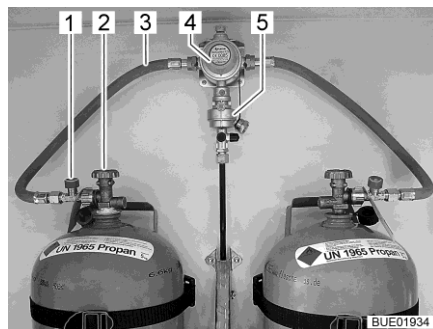
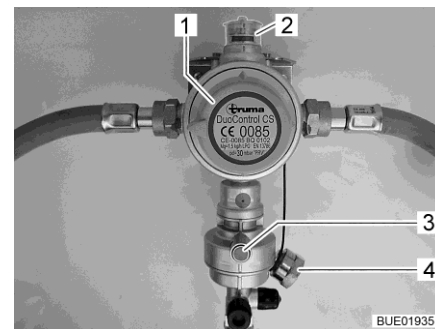

Fig. 63 Bouteilles de gaz avec DuoControl
Fig. 64 Système de réglage DuoControl
Le système de réglage DuoControl se compose d'une valve de commutation (Fig. 63,4) et d'un capteur de crash (Fig. 63,5). Le système de réglage est monté entre les lyres (Fig. 63,3) avec une sécurité de rupture de tuyau (Fig. 63,1). Un bouton rotatif (Fig. 64,1) situé sur la valve de commutation permet de définir laquelle des bouteilles de gaz est celle de service et laquelle est celle de réserve.
L'état de l'alimentation en gaz est affiché sur le regard (Fig. 64,2) :
Le fonctionnement avec une seule bouteille de gaz est autorisé, la prise à découvert doit cependant être obturée avec le couvercle borgne (Fig. 64,4) dans ce cas-là.
Le capteur de crash coupe l'arrivée du gaz en cas de secousses importantes (par exemple accident). Le capteur de crash s'active en appuyant sur le bouton Reset vert (Fig. 64,3).
La sécurité de rupture de tuyau (Fig. 63,1) coupe l'arrivée de gaz quand le tuyau raccordé se rompt. La sécurité de rupture de tuyau s'active en appuyant sur la touche verte. La touche verte doit rester pressée jusqu'à ce que la pression se soit établie dans le tuyau.
L'arrivée du gaz s'ouvre et se ferme sur l'unité de commande (Fig. 65) au moyen du système de réglage DuoControl. Les robinets principaux (Fig. 63,2) des bouteilles de gaz et les robinets d'arrêt de gaz des appareils doivent être ouverts manuellement. Pour activer la sécurité de rupture de tuyau, voir paragraphe "Sécurité de rupture de tuyau".
- Choisir la bouteille de gaz avec le bouton rotatif (Fig. 64,1) de la valve de commutation à partir de laquelle le gaz sera utilisé principalement (bouteille de service). Toujours tourner le bouton rotatif à fond.
- Ouvrir les robinets principaux (Fig. 63,2) des bouteilles de gaz.
- Appuyer sur la touche verte de la sécurité de rupture de tuyau (Fig. 63,1). Le repère vert est affiché sur le regard (Fig. 64,2).
- Fermer les robinets principaux (Fig. 63,2) des bouteilles de gaz.
Le voyant de contrôle vert (Fig. 65,6) s'éteint durant le fonctionnement et le voyant de contrôle rouge (Fig. 65,5) s'allume quand la bouteille de service est vide et doit être remplacée. Le repère rouge est indiqué sur le regard (Fig. 64,2). La bouteille de réserve alimente les appareils à gaz.
- Tourner le bouton rotatif (Fig. 64,1) d'un demi-tour en direction de la bouteille de gaz actuellement utilisée. Cette bouteille de gaz devient alors la bouteille de service, la bouteille vide devient celle de réserve. Le repère dans le regard (Fig. 64,2) passe du rouge au vert.
- Fermer le robinet principal (Fig. 63,2) de la bouteille de gaz vide. Observer le sens de la flèche.
- Appuyer sur la touche verte de la sécurité de rupture de tuyau (Fig. 63,1).